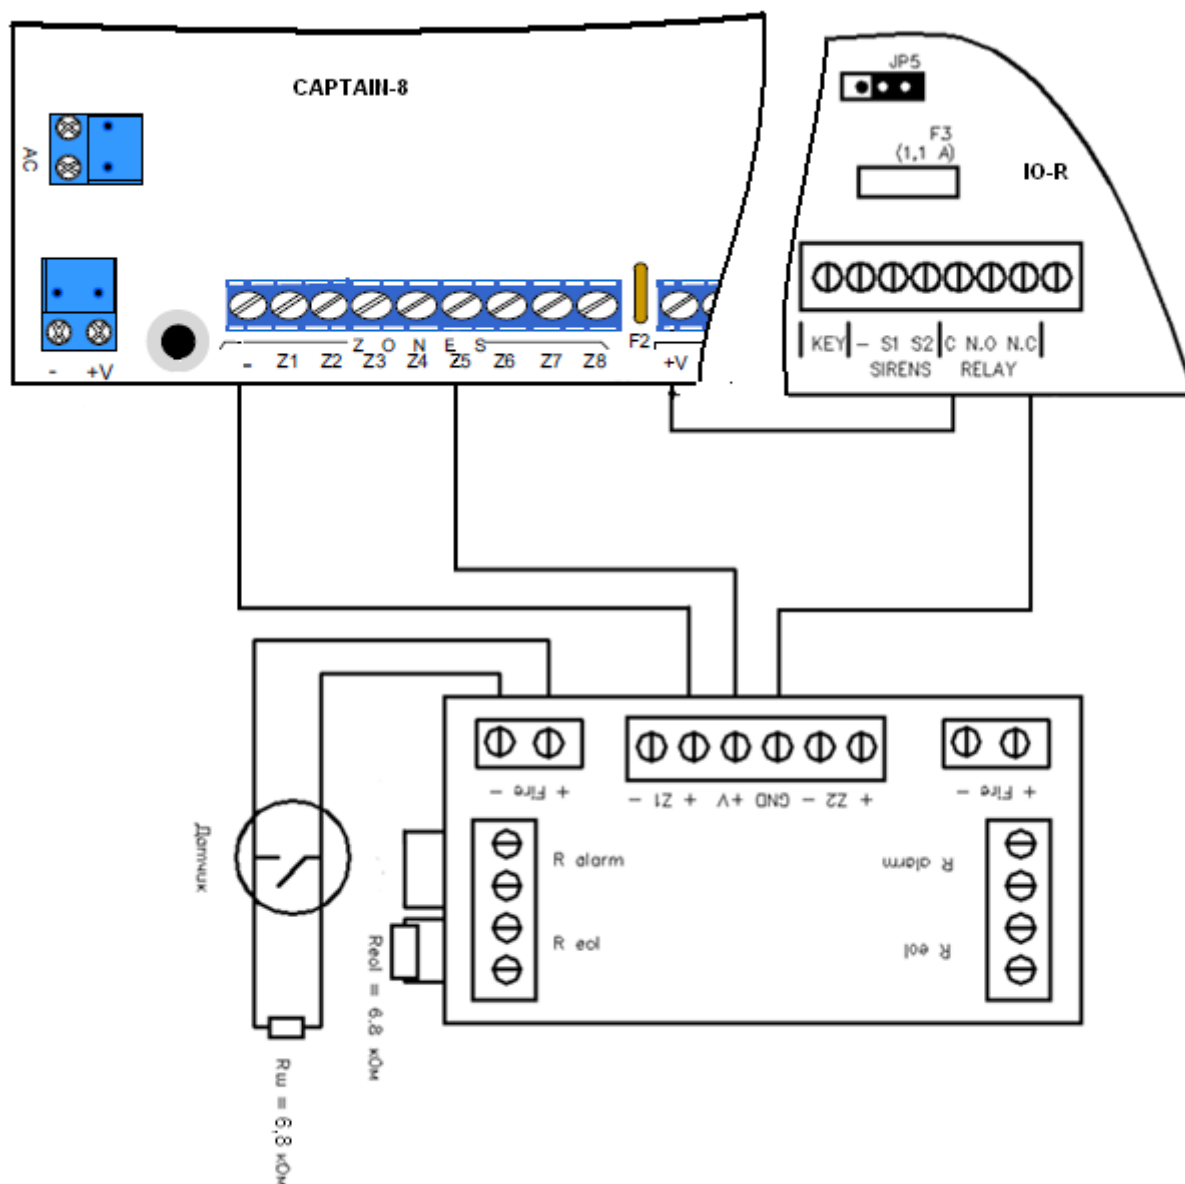

Рисунок 9 - Формирование шлейфов нормально разомкнутых пожарных датчиков при помощи ПСШ-2М со схемой подключения «один резистор в шлейфе»
**Второй шлейф датчиков подключается аналогично первому, показанному на рис. 9 и 10.**